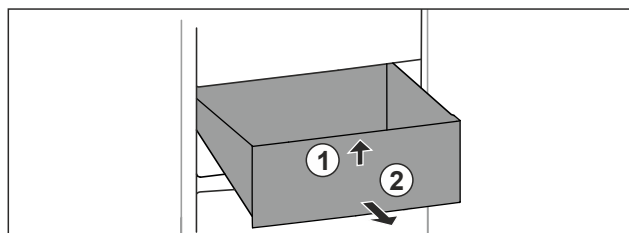

Fig. 100
- ▶ Nadzvedněte zásuvku vpředu. Fig. 100 (1)
- ▶ Vyjměte zásuvku dopředu. Fig. 100 (2)